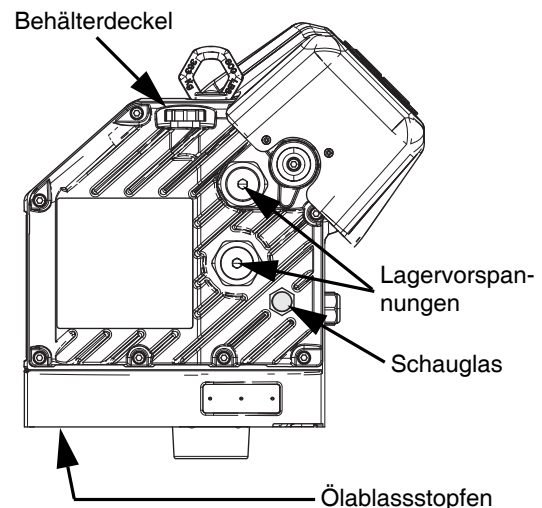

ABB. 14: Schauglas und Ölfülldeckel
3. Den Ölablassstopfen entfernen. Die Lage des Ablassstopfens finden Sie in ABB. 14. Das Öl vollständig aus dem Antrieb ablassen.
Siehe ABB. 14 unten. Den Ölstand im Schauglas regelmäßig kontrollieren. Wenn sich der Antrieb im Stillstand befindet, sollte sich der Pegel etwa auf halber Höhe des Schauglases befinden. Falls der Ölstand zu niedrig ist, den Fülldeckel öffnen und silikonfreies Synthetikgetriebeöl der Marke Graco, Teile-Nr. 16W645 ISO 220 einfüllen.